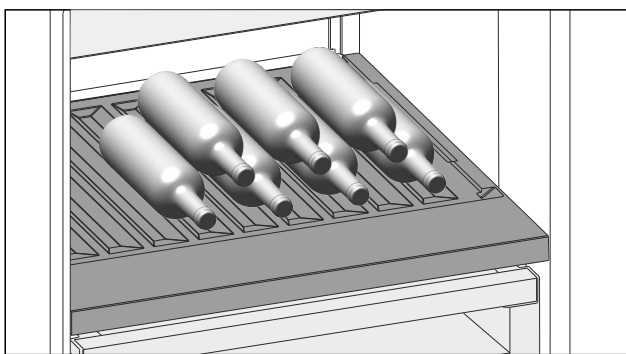

Fig. 85 例图
- ▶ 将瓶底向后对着后壁放入瓶子。(参见 Fig. 85)